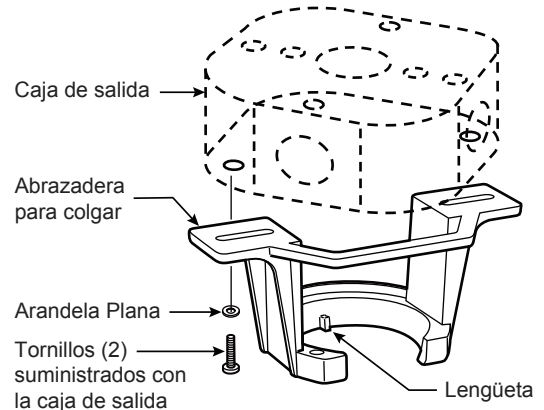

Figura 3
### Uso del soporte (Figura 3)
3. Afloje los dos tornillos de fijación del soporte del barral de soporte para techo a través de la varilla. Introduzca los cables de color negro, blanco y azul a través de la varilla. (Figura 3)
1. Fije bien la abrazadera para colgar a la caja de salida (no se incluye) con los tornillos y las arandelas provistas con la caja de salida. (Figura 3)
2. Deslice el receptor en el soporte de suspensión antes de realizar el cableado como se muestra en la figura 3.
- 3.** Para que el ventilador sea funcional, instale las pila (incluidas) de 23A/12V en el transmisor del mando a distancia. Mientras el ventilador esté apagado. A continuación, siga el proceso de fijación remota de código. Si no se utiliza el ventilador durante un largo periodo de tiempo, extraiga la batería para evitar cualquier daño al transmisor. Almacene el mando a distancia en un lugar alejado del calor o la humedad excesiva. (Figura 3)